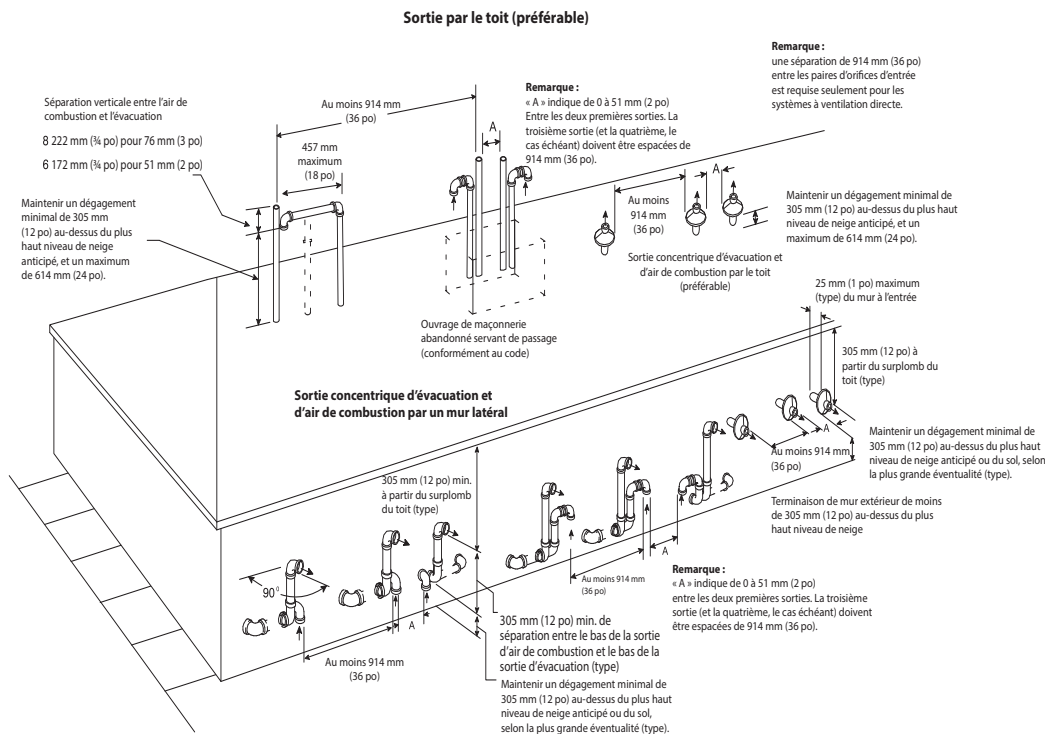
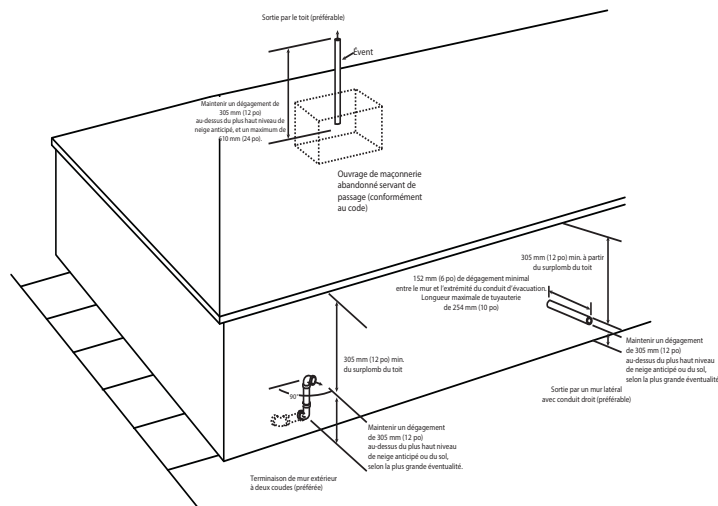
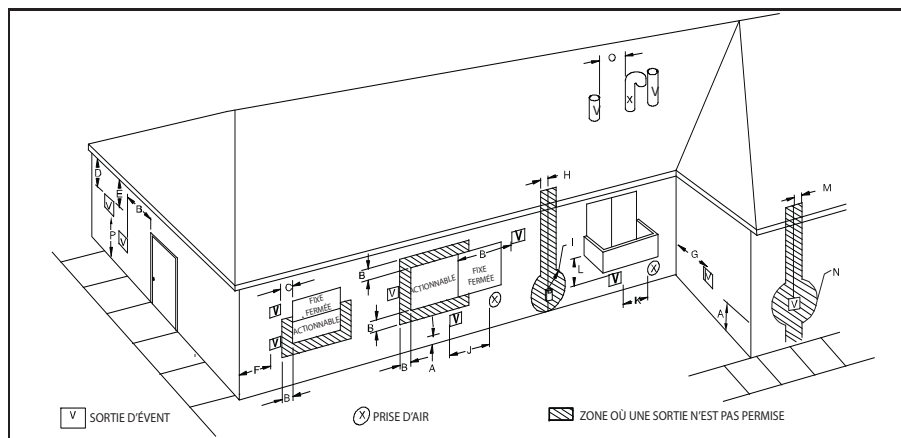
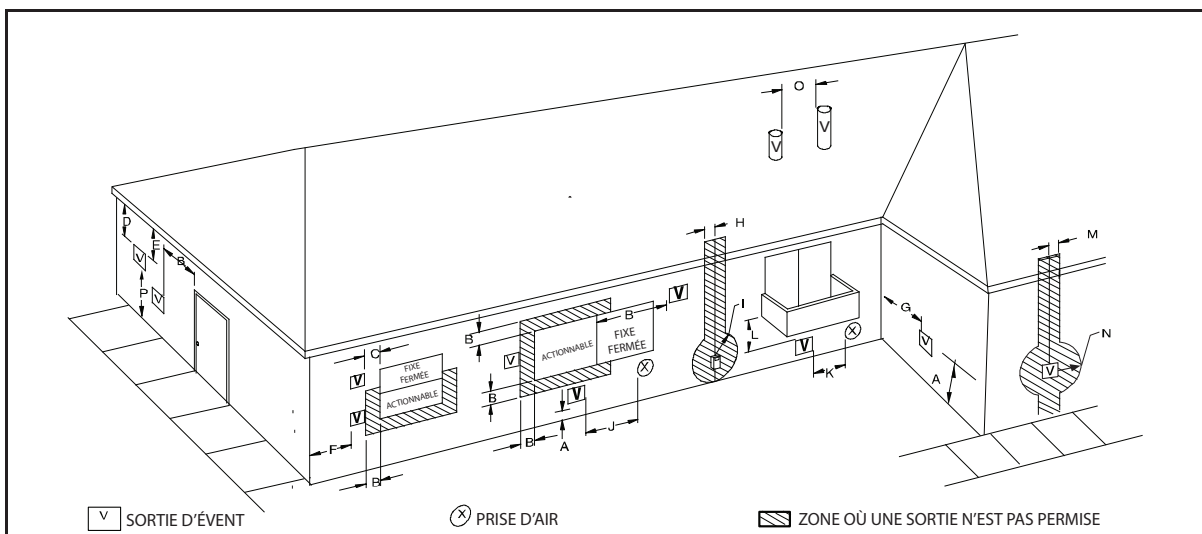

Fig. 40 – Air de combustion et sortie d'évent pour système d'évacuation directe (2 tuyaux)
Fig. 41 – Sortie d'évent pour système d'évacuation non directe et d'air de combustion
Fig. 42 – Dégagement de sortie à évacuation directe
Fig. 43 – Dégagement des sorties des systèmes à air de combustion ventilé et à ventilation non directe
Une cheminée en maçonnerie abandonnée peut servir de passage pour l'installation de tuyaux d'air de combustion et d'évent adéquatement isolés et supportés. Chaque chaudière doit avoir son propre ensemble de tuyaux d'évent et d'air de combustion qui débouchent séparément, tel qu'Fig. 40 pour un système à ventilation directe (à deux tuyaux) ou à la Fig. 41 pour un système à tuyau simple ou ventilé à l'air de combustion.
Dans un système à ventilation directe (à deux tuyaux), tout l'air de combustion provient directement de l'extérieur et tous les produits de combustion sont évacués à l'extérieur. Les conduits d'évacuation et d'air de combustion doivent sortir ensemble, dans la même zone de pression atmosphérique, que ce soit dans un mur ou dans un toit (la sortie par un toit est à privilégier). Consultez la Fig. 42 pour connaître les exigences de dégagement du code national.
Dans le cas d'un système à air de combustion ventilé, l'évent aboutit et évacue les produits de combustion directement à l'extérieur, comme un système à ventilation directe. Consultez la Fig. 43 pour connaître les exigences de dégagement du code national.
Dans un système à évacuation non directe (1 conduit), tout l'air de combustion est prélevé directement de la zone adjacente à la chaudière et tous les produits de combustion sont évacués à l'extérieur. Une cheminée inutilisée n'est pas adéquate pour fournir l'air extérieur à la chaudière. Consultez la Fig. 43 pour connaître les exigences de dégagement du tuyau d'évent du code national.
Pour les dégagements de terminaison d'évent, consultez les codes nationaux présentés à la Fig. 42 pour un système à ventilation directe / à deux tuyaux et à la Fig. 43 pour un système à air de combustion ventilé / à ventilation non directe / à un tuyau. Pour la disposition des terminaisons extérieures, consultez la Fig. 40 pour le système à ventilation directe / à deux tuyaux et la Fig. 41 pour les systèmes à air de combustion ventilé / ventilation non directe / à un tuyau. Communiquez avec les responsables des codes locaux pour connaître les autres exigences des codes nationaux présentés dans ces figures ou les dérogations à ceux-ci.
1. Se conformer à toutes les exigences en matière de dégagements, tel qu'indiqué à la Fig. 42 ou à la Fig. 43 selon l'application.
Les conduits d'air de combustion et d'évacuation du système de ventilation directe (deux tuyaux) doivent se terminer hors de la structure. Consultez la Fig. 42 pour connaître les dégagements requis par les codes
Le tuyau d'évent d'un système à ventilation indirecte (un tuyau) doit se terminer à l'extérieur. Pour connaître les exigences relatives aux dégagements des événements du code national, consultez la Fig. 43. Les terminaisons d'évent admissibles sont indiquées à la Fig. 41.